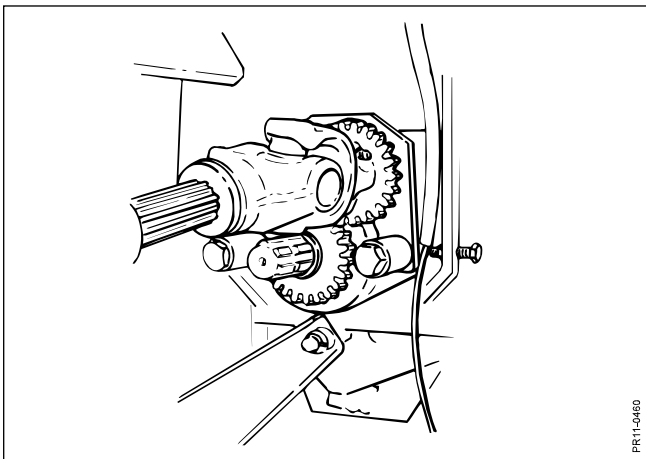

Рис. 4-15
- Рис. 4-15 4. Установите карданный вал барабана на свободный хвостовик в креплении барабана. Карданный вал должен находиться в позиции 2, и барабан будет вращаться в противоположном направлении.